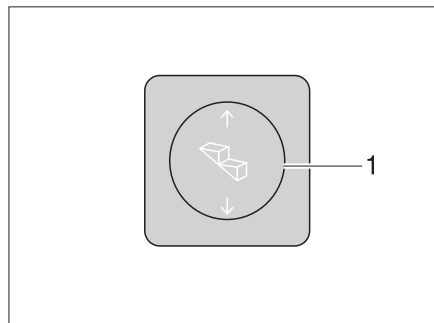

Bild 10 Bedienhalter Eintrittstufe
**Ausfahren:** ■ Wippschalter (Bild 10,1) unten drücken, bis die Eintrittstufe vollständig ausgefahren ist.
**Einfahren:** ■ Wippschalter (Bild 10,1) oben drücken, bis die Eintrittstufe vollständig eingefahren ist.